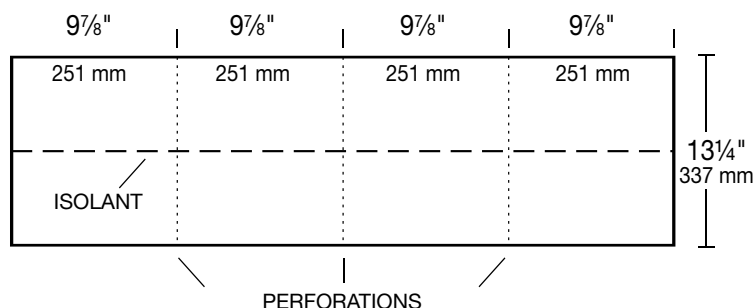
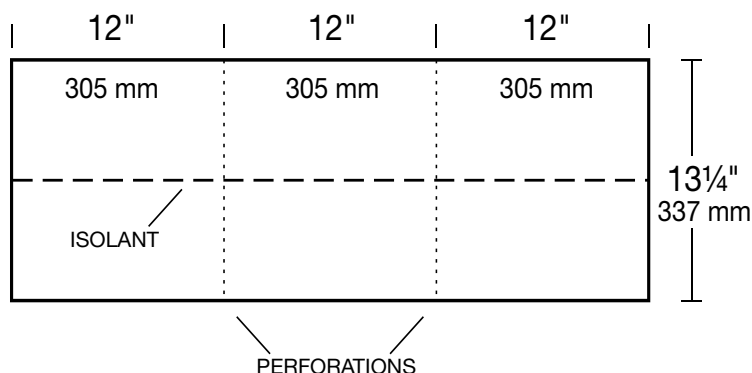

Figure 16 – Bardeau d'arête et de faîtage 10 po RidgeFlex™
Figure 17 – Bardeau d'arête et de faîtage 12 po RidgeFlex™
Préparer la pose en séparant chaque bardeau de faîtage et d'arête au niveau des perforations : Les bardeaux RidgeFlex™ 10 po permettent d'obtenir quatre (4) bandes de faîtages et d'arêtes **(voir la Figure 16)**, et le bardeau RidgeFlex™ 12 po permet d'en obtenir trois (3) **(voir la Figure 17)**. Repérer les bandes isolantes.